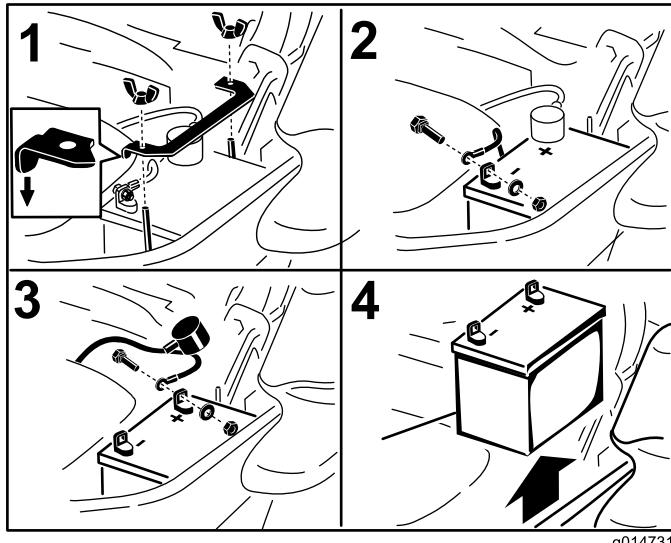

Figura 55
3. Primero desconecte el cable negativo (negro) del borne negativo (–) (negro) de la batería (Figura 55).
4. Retire la cubierta de goma roja del borne positivo (rojo) de la batería y retire el cable positivo (+) (rojo) (Figura 55).
5. Retire la tuerca de orejeta que sujeta la abrazadera de la batería (Figura 55).
6. Retire la abrazadera (Figura 55).
1. Coloque la batería en la bandeja, con los bornes frente al depósito de aceite hidráulico (Figura 55).
4. Fije los cables con 2 pernos, 2 arandelas, y 2 contratuerca (Figura 55).
6. Instale la abrazadera y sujétela con la tuerca de orejeta (Figura 55).